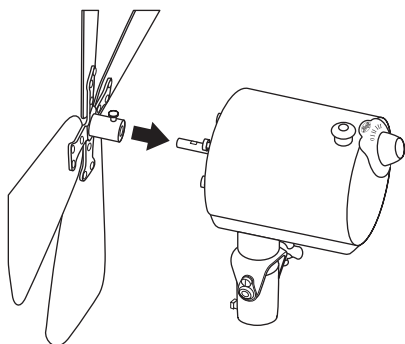

FIGURE 9
24. Faire glisser le manchon d'assemblage des pales sur l'arbre du moteur en vous assurant que la vis de blocage du manchon se trouve en face de la partie plate de l'arbre du moteur. Voir Figure 9. Serrer la vis de blocage de l'assemblage de pales de façon à ce qu'elle appuie contre la partie plate de l'arbre du moteur. Tirer ensuite sur l'assemblage de pales pour vérifier qu'il est bien fixé sur l'arbre du moteur.
**NOTA :** Pour que ce soit plus clair, la Figure 9 ne montre pas la grille arrière et la partie filetée de la tringale pour qu'on voit l'installation du manchon d'assemblage et de l'arbre du moteur.